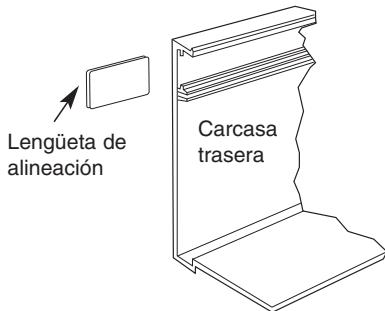

Fig. 6
8. Monte los calefactores en la pared utilizando tornillos, pernos o anclajes (suministrados por el instalador) que correspondan con el tipo de construcción de la pared. Las lengüetas de alineación pueden insertarse en las carcassas traseras adyacentes para garantizar una alineación uniforme. Vea la Fig. 6 para obtener detalles.